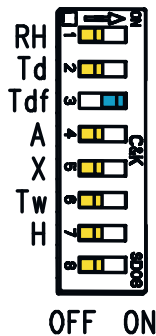

図 70 HMD62 の DIP スイッチの例: T_{df} 出力を選択中
HMD62 の RH チャンネルに出力される湿度パラメーターを、基板の DIP スイッチで変更できます。変換器で出力するパラメーターを選択するには、そのパラメーターの DIP スイッチを右 (ON) にスライドさせます。図 70 (ページ 87) の例において、変換器で選択されている出力パラメーターは露点/霜点温度 (T_{df}) です。その他の DIP スイッチは OFF の位置 (左) のままにします。